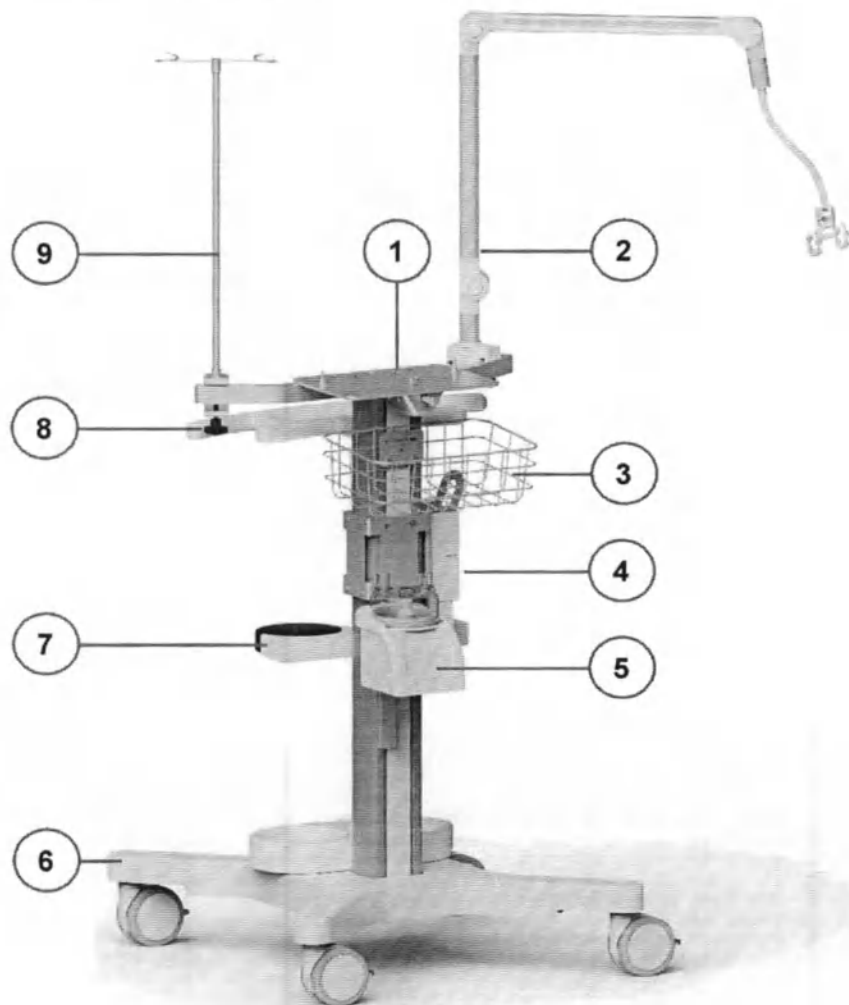

Рисунок 3.2 – Внешний вид тележки
- 4 Установите держатель дыхательного контура (см. рисунок 3.2, поз. 2) на ручку для перемещения тележки (см. рисунок 3.2, поз. 8).
- 6 При необходимости зафиксируйте трубки дыхательного контура в удобном положении с помощью держателя контура (см. рисунок 3.2, поз. 2).